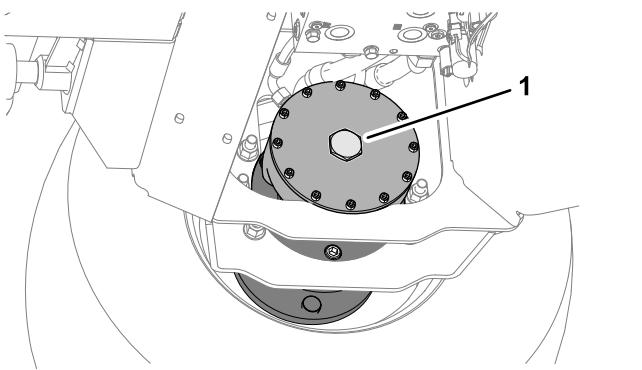

Figure 33
6. Sur le frein de moteur de la roue avant droite, enlevez le bouchon hexagonal (Figure 33).